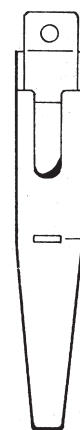

Abb. 6
7. Betätigungshebel (Abb. 6) am seitlichen Fensterrahmen anschrauben (3 mm vorbohren).
9. Das Seil mit einer Flachzange bis zum Anschlag des Bolzen im Vierkantrohr anziehen und an den nach unten geklappten Betätigungshebel (Abb. 6) führen, dann das Seil genau an der Markierung anzeichnen (die Markierung befindet sich über dem ABUS-Schriftzug). Anschließend Seil wieder entspannen und trennen.
10. Betätigungshebel (Abb. 6) hochklappen, das Seil durch das drehbare Plättchen ziehen. Den Schraubnippel (Abb. 7) mit dem langen Schaft zuerst auf das Seil stecken, bis das Seilende 10 mm aus dem Nippel ragt, dann mittels Gewindestift das Seil festklemmen. Rollladensicherung auf Funktion prüfen, gegebenenfalls Seil nachspannen, falls sich der Bolzen nicht bis in das Vierkantrohr einzieht. Abdeckhaube (Abb. 8) auf Halteklötz stecken.